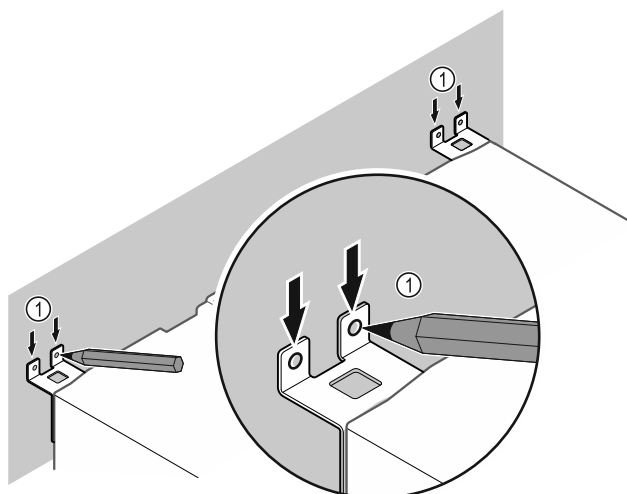

Fig. 12
- ▶ Postavite oznake na zid Fig. 12 (1).